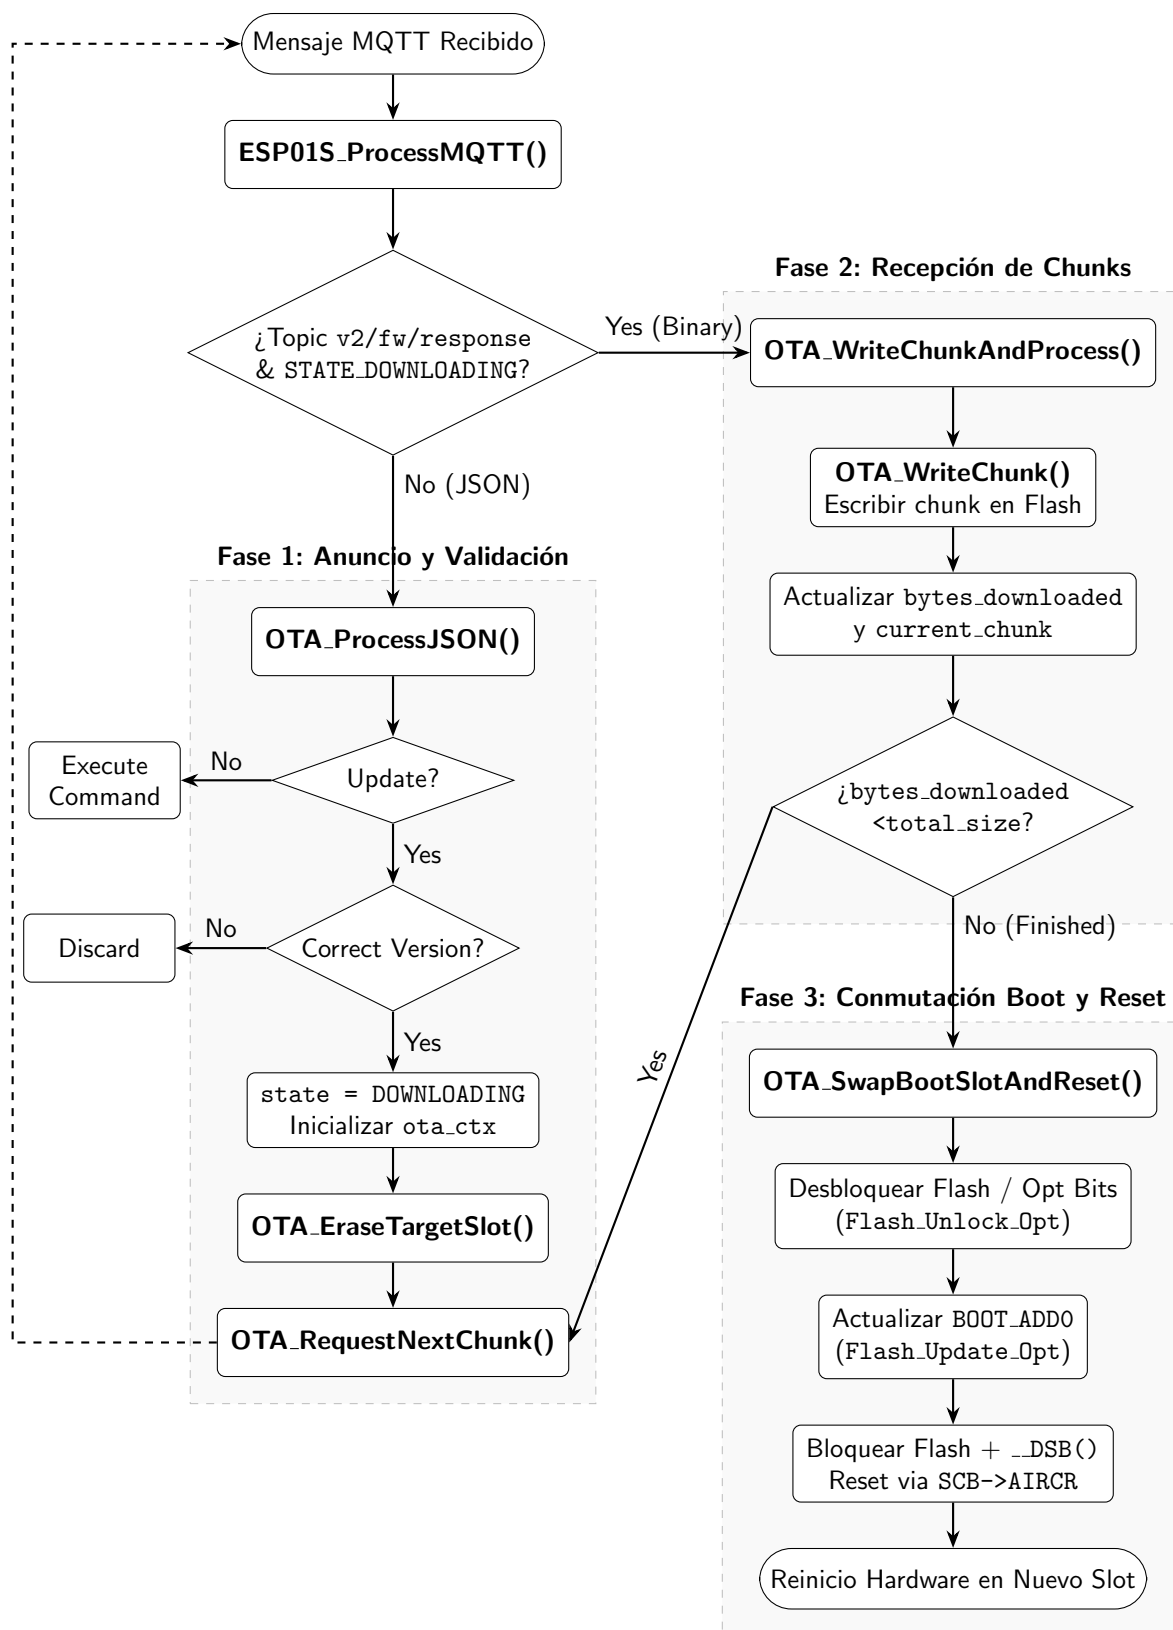

Figura 2: Diagrama de flujo de recepción OTA
Y... listo! Tras este proceso el procesador comenzará a ejecutar en el *slot* correspondiente. Al arrancar volverá a recibir la información del *firmware* disponible y, viendo que ya está actualizado, continuará su funcionamiento de manera normal. Podemos ver un resumen gráfico de todo el proceso en la Figura 2.